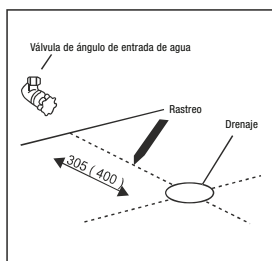
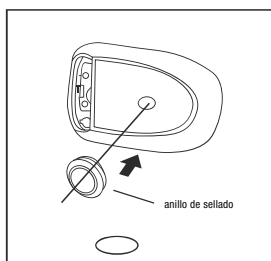
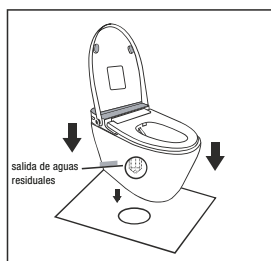

figura 2
figura 3
figura 4
- Instrucciones de construcción e instalación (vea la figura 2, figura 3 y figura 4)